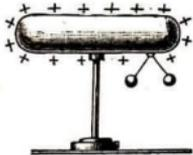

Abb. 297. Konduktor
1. Die Elektrizität ist unsichtbar. Man kann aber ihre Anwesenheit kenntlich machen durch ein kleines **Doppelpendel** (Abb. 297). Dieses besteht aus zwei kurzen Metalldrähten, die unten leichte Korkkügelchen tragen.